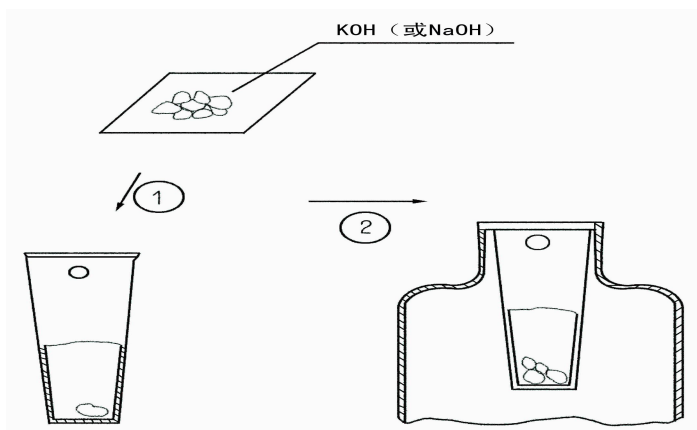

图 5
4、取 8 只清洗干净并干燥的密封杯，杯中放入 5~6 粒 NaOH 或 KOH 颗粒，将培养瓶放置在主机对应位置上，使溶液开始搅拌，轻轻拧上水柱盖和培养瓶盖。（见图 5）